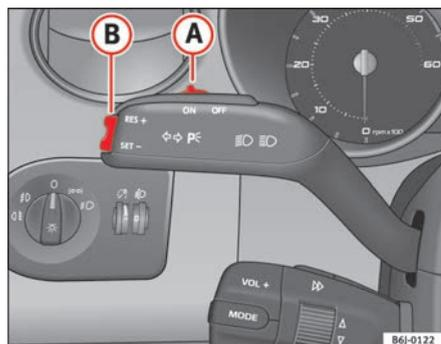

Fig. 104 Alavanca dos indicadores de direcção e máximos: comando e interruptor basculante para o regulador de velocidade
- Premir a parte superior do interruptor basculante **RES** ⇒ fig. 104 **(B)** para aumentar a velocidade. Enquanto o botão basculante estiver a ser premido, o veículo é acelerado. Soltando o botão basculante, fica memorizada a nova velocidade.
Se se reduzir a velocidade com o pedal do travão, desliga-se o regulador da velocidade. Premindo uma vez a parte superior do interruptor basculante **RES+** ⇒ fig. 104 **(B)**, pode retomar-se a regulação.